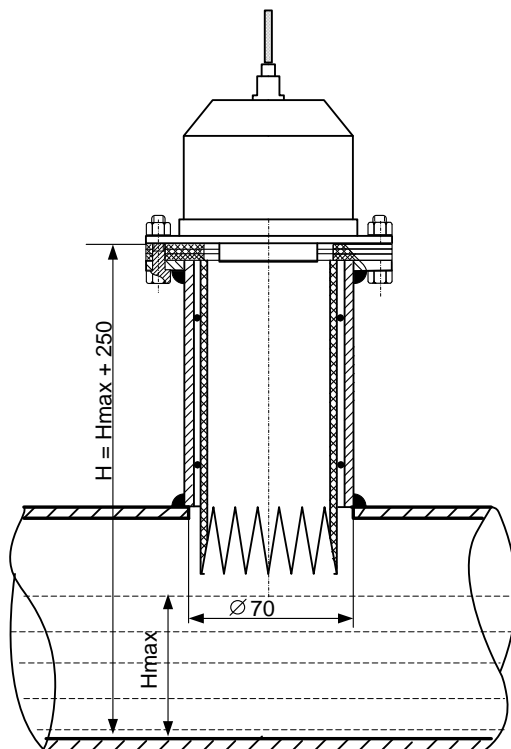

Рис. 3
- 3.12. Установить АП-13 на резиновые прокладки и закрепить болтами (рис. 3). Гайки сильно не затягивать. Болты обмазать литолом (от коррозии).